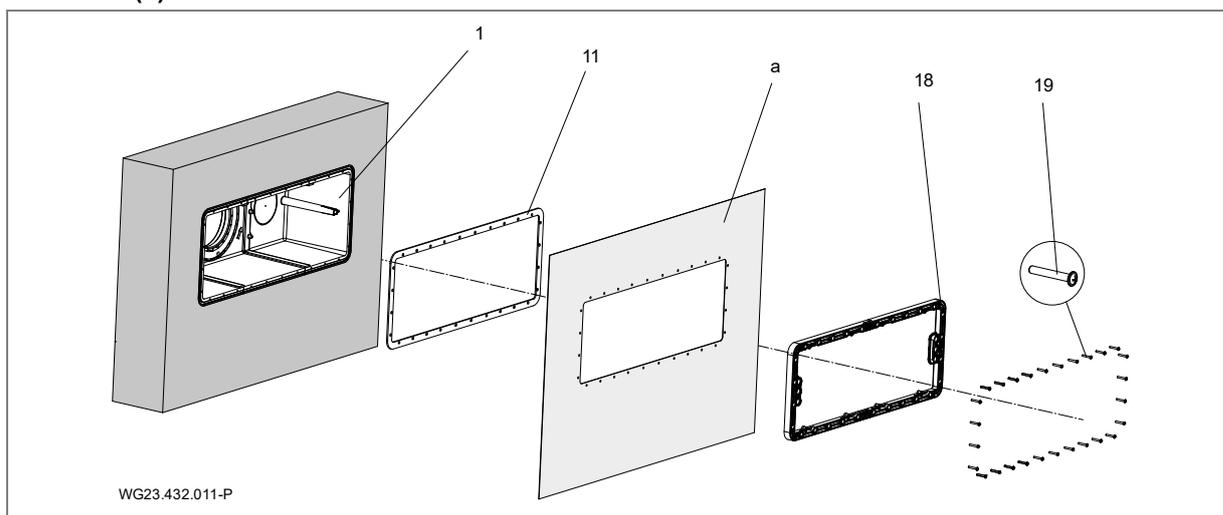

Fig. 7
Para la estanqueidad con la pared de hormigón recomendamos crear un anillo perimetral de resina epoxi/arena de cuarzo en la pared exterior del lado de la piscina de la carcasa (1). Ver "Fig. 7", página 14.